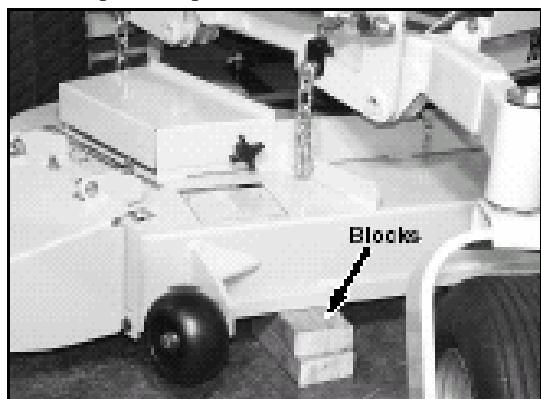

Figure 5-17
3. Relevez le plateau et placez des cales de 76 mm (3") sous les 4 coins du plateau (Fig. 5-17). Ceci permet de régler la hauteur de coupe à 83 mm (3 ¼ "). **NOTA :** L'arrière du plateau sera automatiquement plus élevé de 6mm (¼").